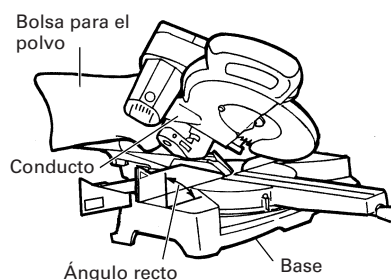

Fig. 50
- (1) Cuando la bolsa para el polvo esté llena de polvo, dicho polvo saldrá soplando de la bolsa para el polvo cuando gire la hoja de sierra. Compruebe periódicamente y vacíe la bolsa para el polvo antes de que se llene.
- (2) Durante el corte en bisel y compuesto, fije la bolsa para el polvo en ángulo recto con relación a la superficie de la base como se muestra en la Fig. 50.